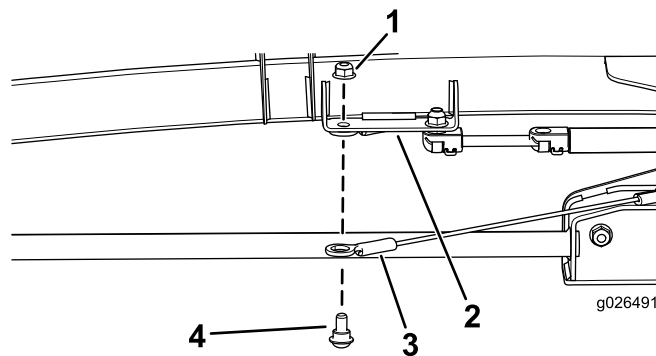

Figura 7
2. Montate l'altra estremità del cordino nel foro della staffa del montante anteriore del telaio della cabina con un bullone di spallamento (5/16 x 1/2 poll.) e un dado di bloccaggio (5/16 poll.), come illustrato in Figura 7.